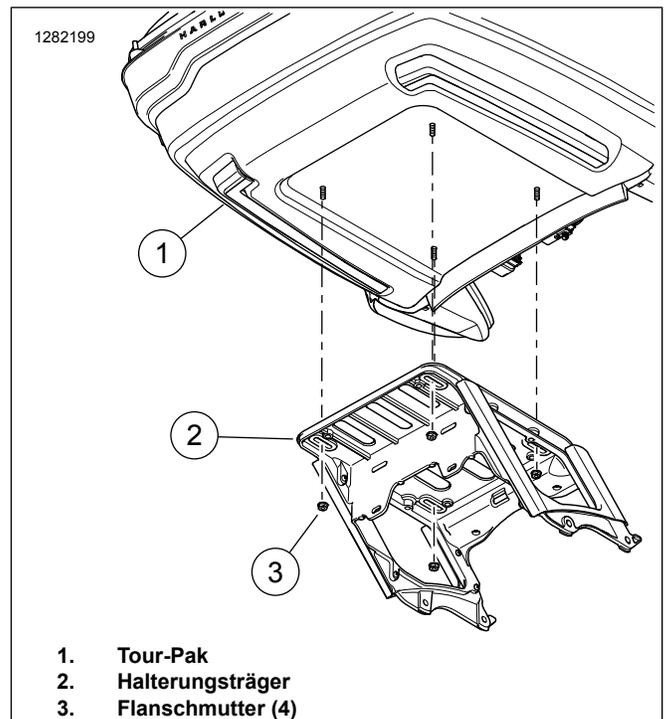

Abbildung 3. Tour-Pak-Befestigung
- b. Siehe Abbildung 3. Die Flanschkümmern (3) entfernen, mit denen der Tour-Pak am Halterungsträger befestigt ist.